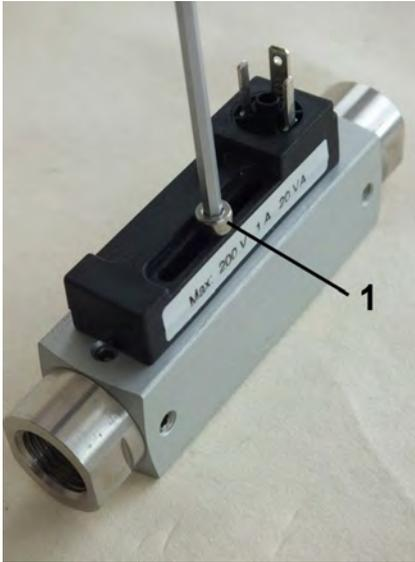

Abb. 54: Feststellschraube Schaltkontakt
- 3.** ▶ Feststellschraube (Abb. 54/1) des Schaltkontaktes mit einem Sechskant-Schraubendreher herausdrehen und entfernen
- 7.** ▶ Feststellschraube (Abb. 54/1) einführen und leicht anziehen damit sich der Schaltkontakt noch leicht verschieben lässt
9. ▶ Feststellschraube (Abb. 54/1) wieder festdrehen, dabei Schrauben-Anziehdrehmoment beachten (↪ *Kapitel 11.1 „Anziehdrehmomente“ auf Seite 75*)